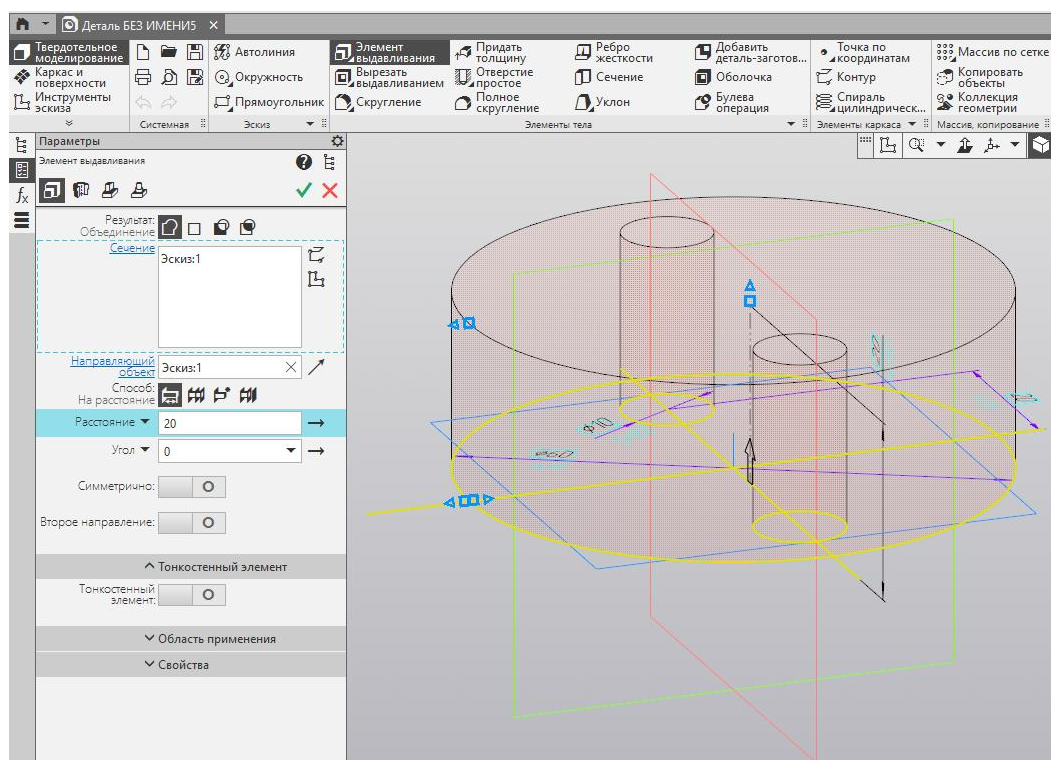
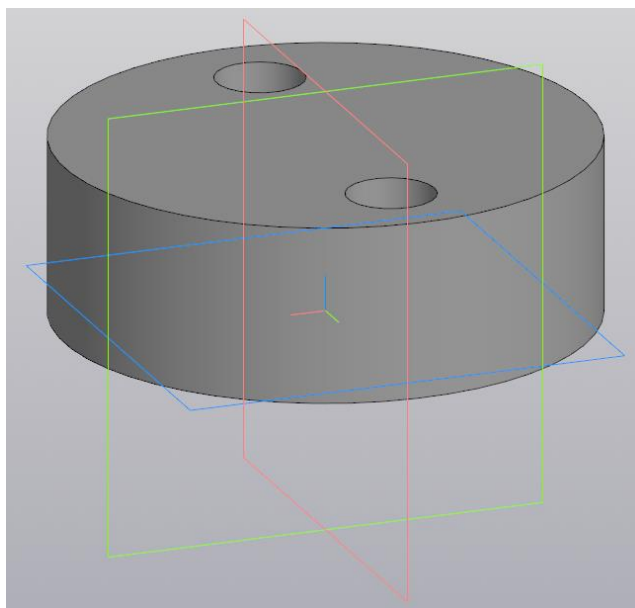

Рисунок 5 – Настройка параметров выдавливания
Рисунок 6 – Результат выдавливания эскиза
1.5 Выдавите полученный эскиз. Выберите команду «Элемент выдавливания»  и убедитесь что ваш эскиз автоматически выделился, а в окне с параметрами (рис. 5) выбран результат «Объединение» и способ «На расстояние». Осталось лишь указать расстояние 20 мм, на которое необходимо выдавить ваш эскиз и нажать зеленую галочку в верху окна с параметрами. Результат выдавливания показан на рис. 6.